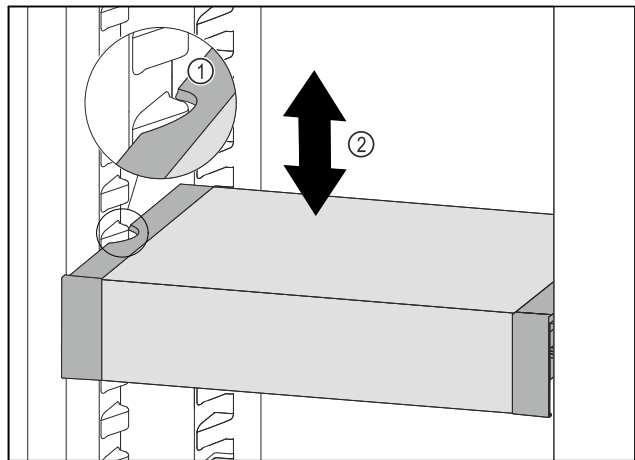

Fig. 204
- ▶ VarioSafe nach vorne ziehen, bis sich die seitlichen Aussparungen des VarioSafes auf Höhe der Behälterrippe im Kühlteil befinden. Fig. 204 (1)
- ▶ VarioSafe im Kühlteil nach oben oder unten bewegen, bis gewünschte Höhe erreicht ist. Fig. 204 (2)